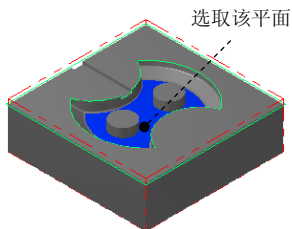

图 22.38 选取加工面
(1) 在图形区中选取图 22.38 所示的面 (共 1 个面), 然后按 Enter 键, 系统弹出“刀具路径的曲面选取”对话框。